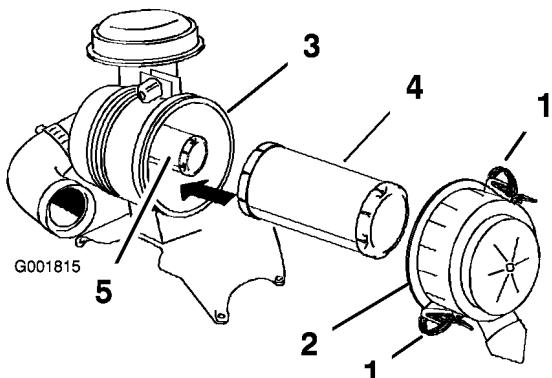

Figure 37
3. Ouvrez les dispositifs de verrouillage du filtre à air et enlevez le couvercle du corps du filtre (Figure 37).
5. Sortez l'élément principal du corps du filtre avec précaution (Figure 37). Évitez de cogner l'élément à l'intérieur du corps.
2. Si vous remplacez l'élément de sécurité, insérez-le avec précaution dans le corps du filtre (Figure 37).
3. Placez ensuite l'élément principal sur l'élément de sécurité avec le même soin (Figure 37). Assurez-vous qu'il est bien engagé en appuyant sur le rebord extérieur.
4. Reposez le couvercle du filtre à air, le côté portant l'inscription **UP** en haut, et fermez les dispositifs de verrouillage (Figure 37).